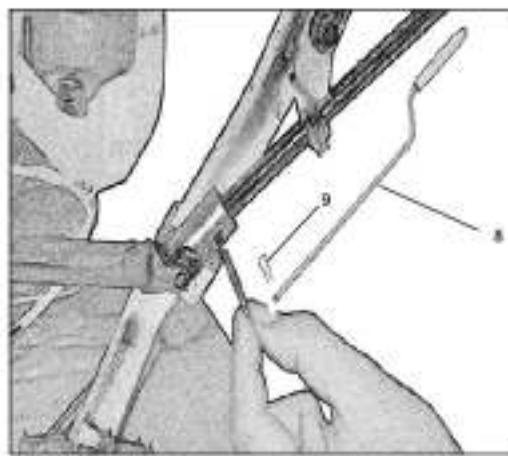

Рис. 4
• Установите рукоятку вращения желоба (Рис. 4 поз.8) через отверстие в кронштейне через карданные соединение и закрепите шплинтом (рис. 4 поз. 9).